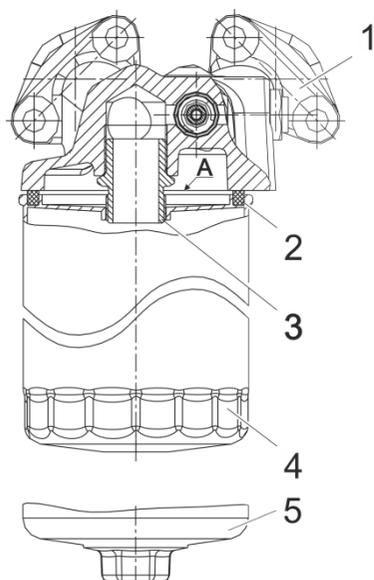

Рисунок 42. Фильтр масляный со сменным фильтром для масла:
С мая 2013 года двигатели ЯМЗ комплектуются фильтром масляным 658.1012010 со сменным фильтром для масла (рисунок 42).
2. Отвернуть сменный фильтр для масла 4 (рисунок 42). В случае затруднённого отворачивания сменного фильтра использовать специальный съёмник.